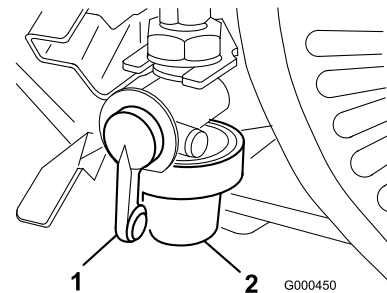

Bild 31
1. Schließen Sie den Kraftstoffhahn und schrauben Sie die Glocke vom Filter ab (Bild 31).